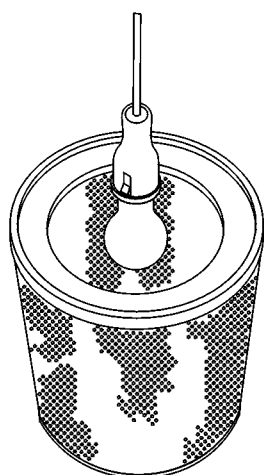

FIGURA 5-4. INSPECCIÓN DEL ELEMENTO DE FILTRO
4. Después de la limpieza, busque hasta la rotura más pequeña del elemento e inspeccione si tiene empaquetaduras dañadas. Un buen método para detectar roturas de papel es poner una luz dentro del elemento del filtro, como se muestra en la Figura 5-4, e inspeccionar la superficie exterior del elemento. Si encuentra agujeros o roturas, no vuelva a usar el elemento. Elimínelo y reemplácelo con un elemento nuevo.
4. Cuando termine la limpieza, inspeccione el elemento del filtro como se muestra en la Figura 5-4. Si encuentra agujeros o roturas, deséchelo y reemplácelo con uno nuevo.